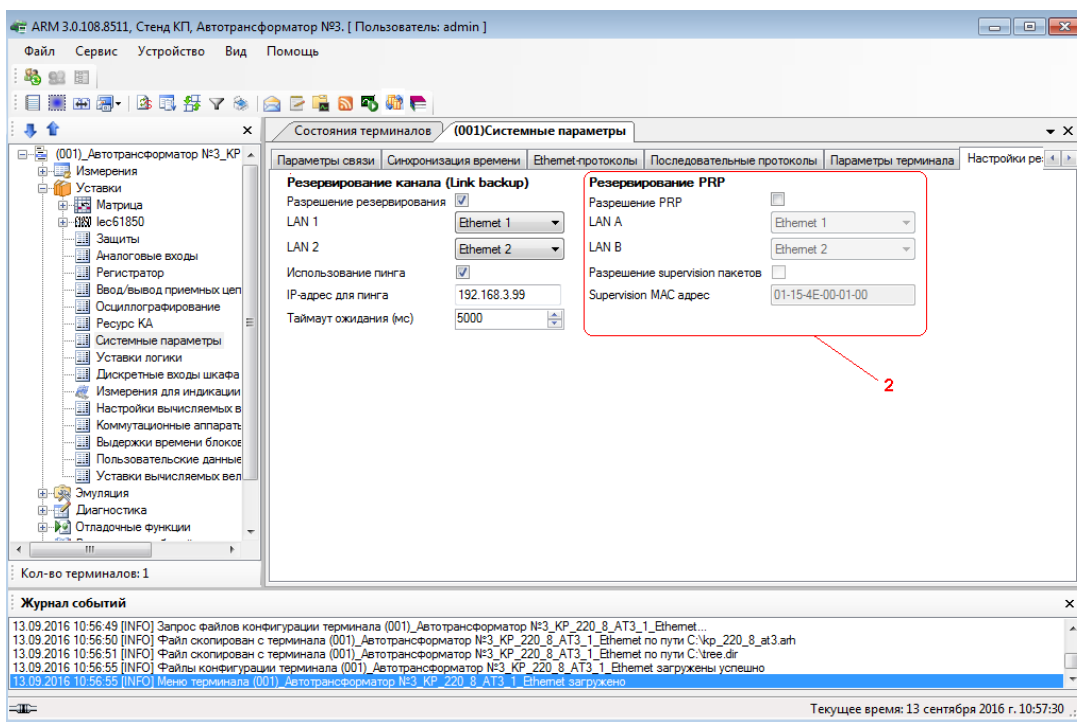

Рисунок 2.86
- установить флажок перед полем **Резервирование PRP** (см. рисунок 2.86, обозначение 2);